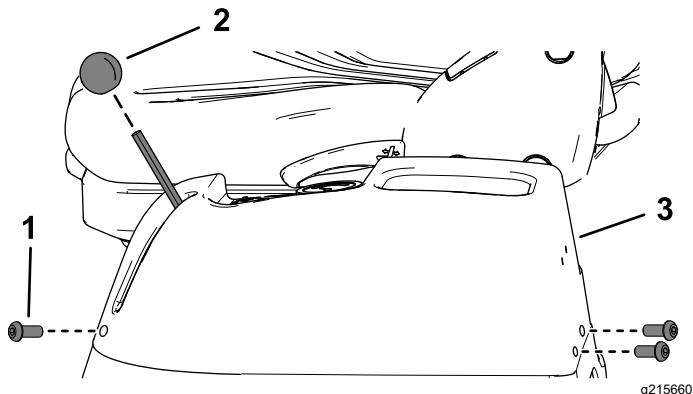

Рисунок 74
4. Отверните 3 винта с внутренним шестигранником с левой консолью (Рисунок 74).
5. Снимите рукоятку рычага дроссельной заслонки (Рисунок 74).
6. Поднимите левую консоль вверх и отсоедините ее (Рисунок 74).